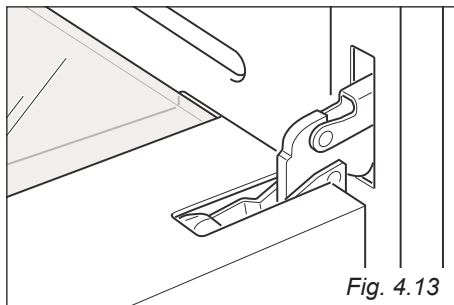

Fig. 4.13
- Aprire completamente la porta del forno (fig. 4.13).